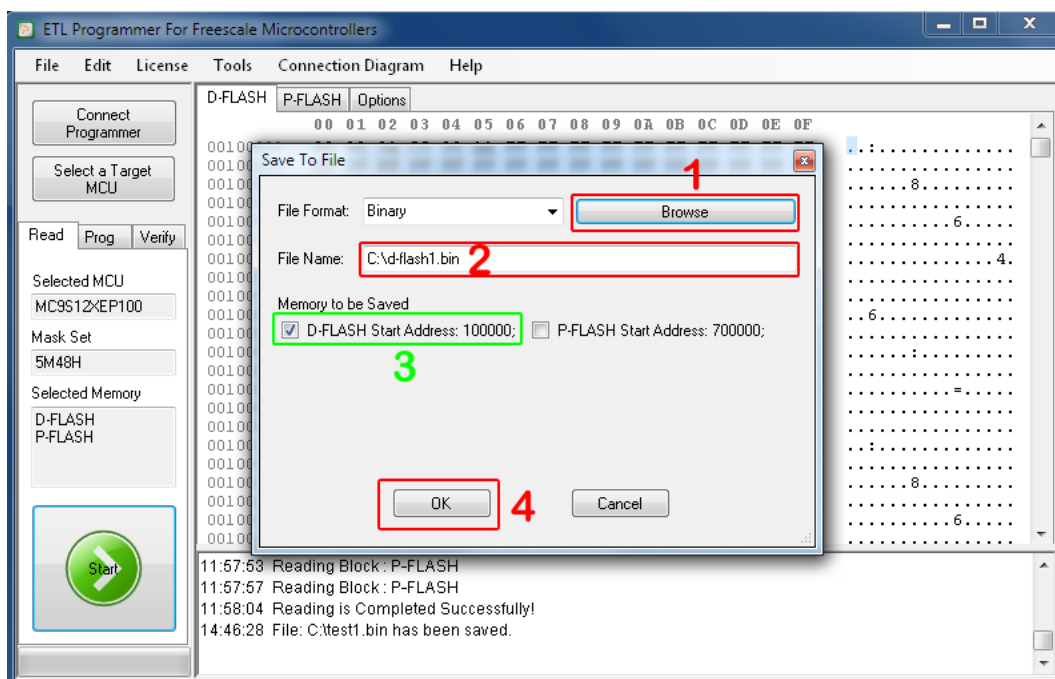

Figura 26 Seleccione sólo FLASH-D y guarde archivo
- Generalmente, "FLASH-Programa" no necesita ninguna modificación. La siguiente foto muestra cómo guardar sólo el FLASH de Datos. Repita los pasos previos excepto la selección del recuadro de P-FLASH (Figura 26).